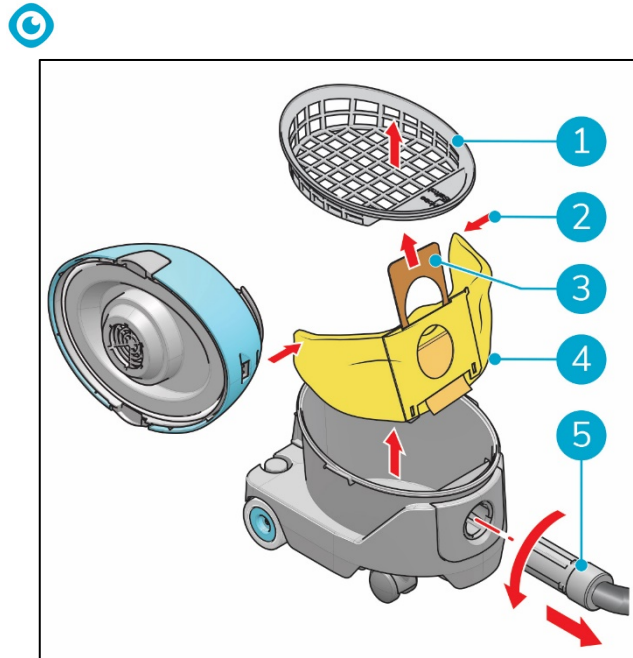

Figura 10
6. Girare il tubo flessibile (Figura 10, pos 5) in senso antiorario e rimuoverlo dal manicotto del tubo flessibile.
7. Rimuovere il sacchetto del filtro (Figura 10, pos 1).
8. Tirare l'etichetta di cartone (Figura 10, pos 3) per sigillare il sacchetto per la polvere.
9. Piegare le estremità del sacchetto per la polvere (Figura 10, pos 2) l'una verso l'altra.
10. Rimuovere il vecchio sacchetto per la polvere (Figura 10, pos 4).